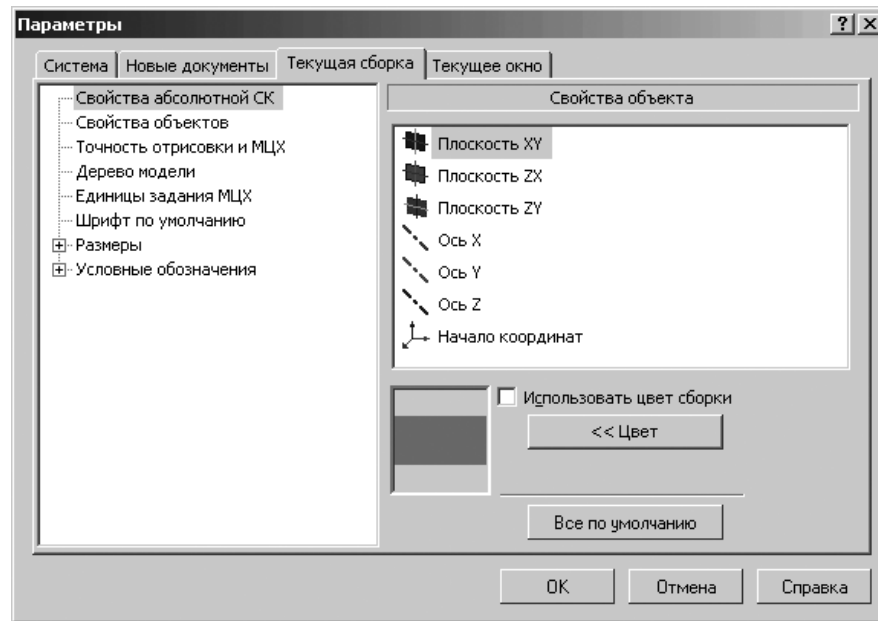

Рис. 6.25. Диалоговое окно **Параметры** с открытой вкладкой **Текущая сборка** и панелью **Свойства объекта**
- щелкните по пункту **Свойства плоскостей проекций**. В правой части появится панель – **Свойства объекта**, показанная на рис. 6.25.